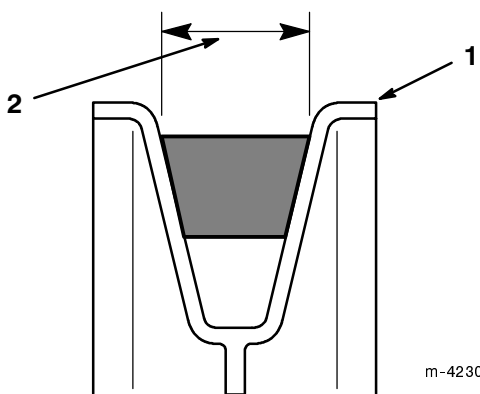

Abbildung 12
7. Darauf achten, dass die breite Seite des Mähwerkantriebsriemens zur Außenseite **aller (vier) Riemenscheiben gerichtet ist (Abb. 12).**